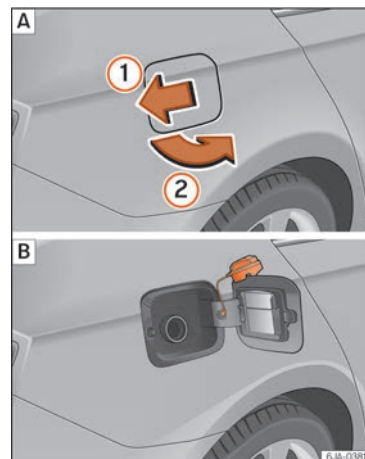

Fig. 241 Parte trasera del vehículo, lado derecho: tapa del depósito/tapa del depósito con el tapón desenroscado.
En un adhesivo pegado en el lado interior de la tapa del depósito se indican el tipo adecuado de combustible para su vehículo, así como el tamaño de neumático y la presión de inflado del mismo » » » **fig. 241 B**.
- Presione sobre la tapa del depósito en el sentido de la flecha ① » » » **fig. 241**.
- Abra la tapa en el sentido de la flecha ②.
- Desenrosque hacia la izquierda el tapón de cierre del depósito y colóquelo encima de la tapa del depósito » » » **fig. 241 B**.
- En cuanto se desconecte por primera vez la pistola del surtidor, el depósito de combustible estará lleno » » » ①.
- Una vez desbloqueado el vehículo con el mando del cierre centralizado presione sobre la tapa del depósito en el sentido de la flecha ① » » » **fig. 241**.